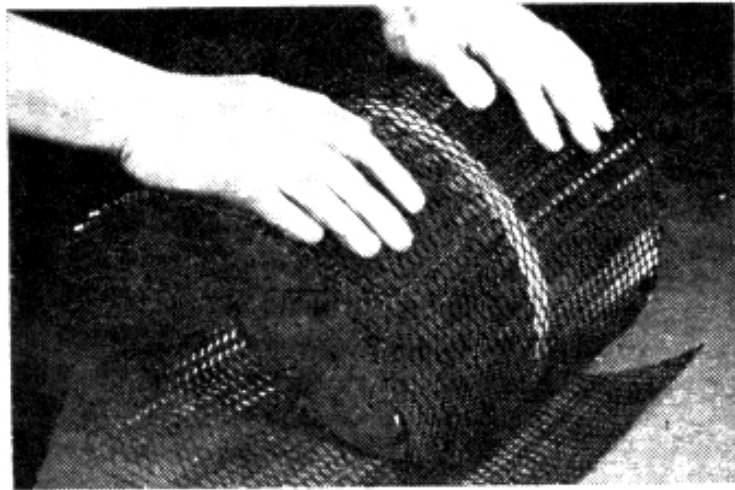

**Fig. 3: Se liman muescas a los extremos de las patas para fijarlas al anillo de la base**
**Fig. 3.** Deje que la superficie seque bien y lije con papel fino. Recuerde lijar sólo con el grano. Después proceda a pulir toda la superficie con un papel de lija muy fino.
Ensamble las patas y el anillo con soldadura y acetileno protegiendo la superficie de su trabajo con cartón de asbesto. Aplique bastante soldadura para obtener una juntura fuerte (Fig. 3) y cuando se enfríe elimine el exceso de soldadura para obtener una superficie pulida.